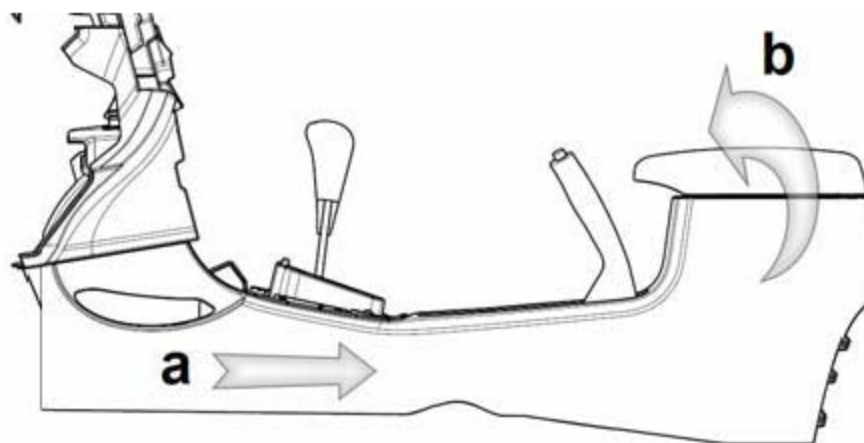

图 6-2-11 副仪表板本体的拆卸(2)
2). ①用手拖住副仪表盘本体将本体后部慢慢向上抬起，与地板成一定适当角度；
②同时将整个本体向上抬高，使换挡机构和手刹慢慢穿过副仪表盘本体上面的过孔，最后将本体取下。如图 6-2-11 所示：